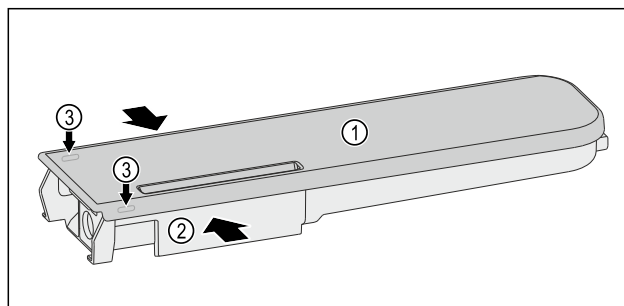

Fig. 220
- ▶ Stlačte nádrž na vodu Fig. 220 (2) k sobě a víko Fig. 220 (1) opatrně vypáčte přes západky Fig. 220 (3) a vytáhněte nahoru.
- ▶ Víkem Fig. 220 (1) pohybujte lehce tam a zpět a sejměte jej nahoru.